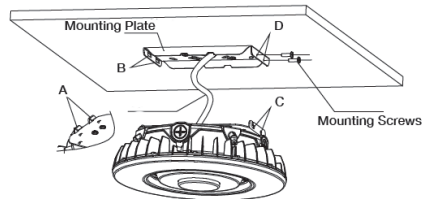

Figure 3-3
3. Thread the fixture wires through the mounting plate and connect with supply power wires (L/N/G). Hang the hook A in hole B; hang the hole C in hole D, and secure with mounting screws. Figure 3-3
3. Enfiler les fils du luminaire dans la plaque de montage et les connecter aux fils d'alimentation (L/N/G). Suspendre le crochet A dans le trou B; suspendre le trou C dans le trou D et le fixer avec les vis de montage. Figure 3-3